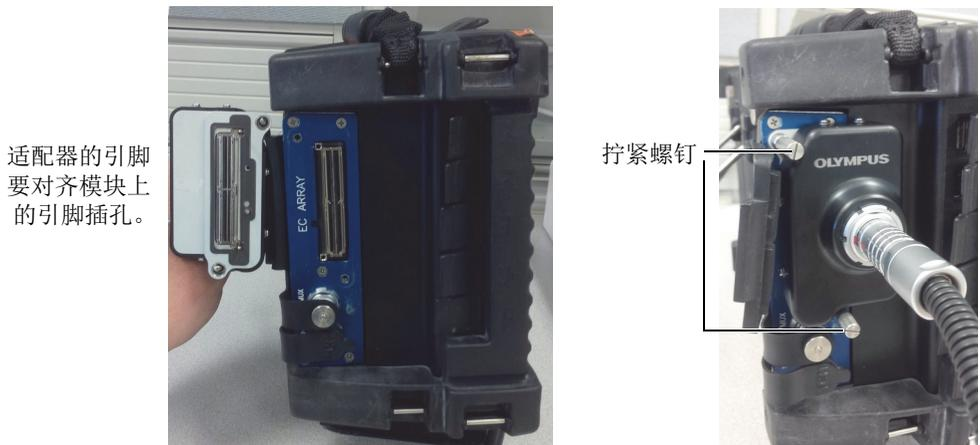

图 2-11 将适配器连接到 OmniScan MX 仪器
6. 将适配器连接到 OmniScan MX 仪器的 OMNI-M-ECA4-32 模块上（参见第 33 页的图 2-11）。